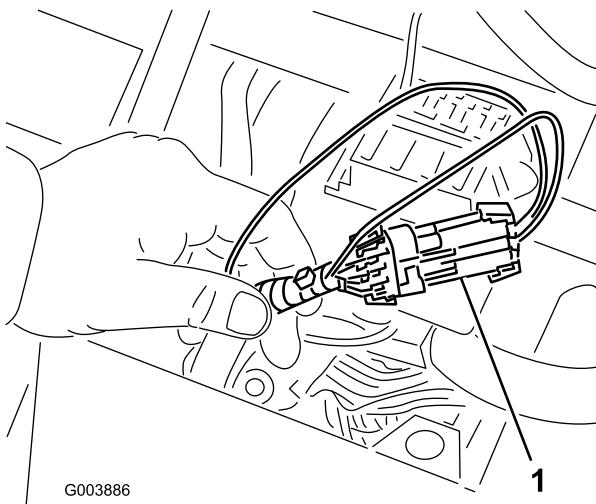

Figura 38
3. Localize os fios e os conectores junto ao controlador (Figura 38).